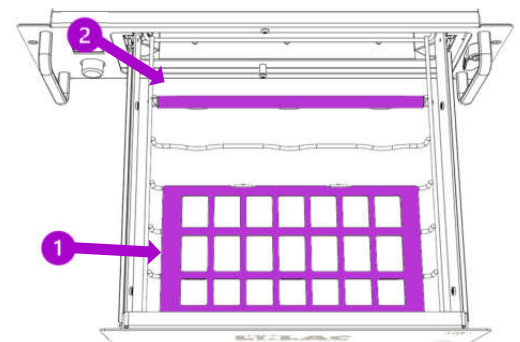

Abb. 4
- Cable Tray auf das Drahtrost legen (Abb. 4, 1). Das Cable Tray wird magnetisch gehalten.
- Spiralfeder quer im Bereich der vorderen Querstange einspannen (Abb. 4, 2)